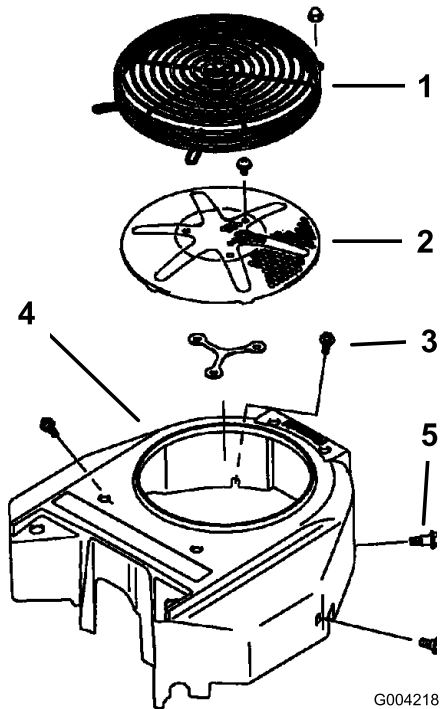

Figure 75
Avant chaque utilisation, enlevez l'herbe, les saletés et autres débris éventuellement accumulés sur la grille du moteur. Cela permet d'assurer un refroidissement, un régime moteur corrects, et réduit les risques de surchauffe et de dommages mécaniques du moteur (Figure 75).
3. Déposez la grille d'entrée d'air, le lanceur et le carter du ventilateur (Figure 75).
5. Remettez la grille d'entrée d'air, le lanceur et le carter du ventilateur (Figure 75).